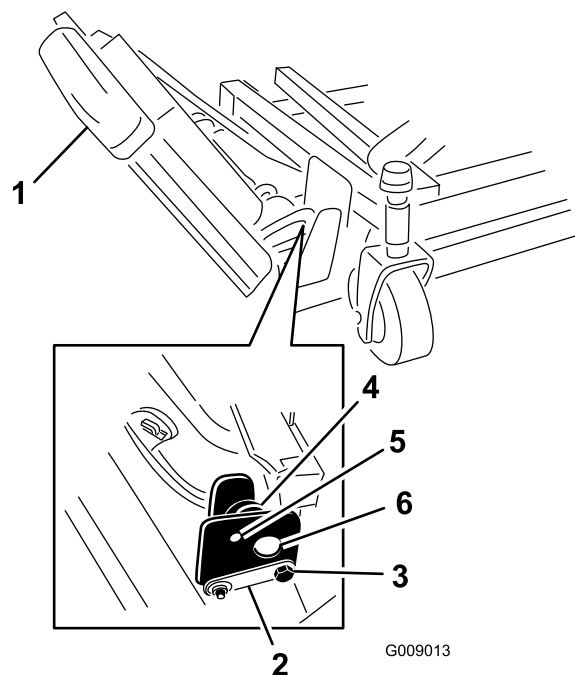

Bild 3
1. Nehmen Sie die Muttern ab, mit denen die vorderen und hinteren Anschlagsschrauben an den Befestigungen des rechten Flügelmähwerts befestigt sind (Bild 3).
2. Stützen Sie den rechten Flügel ab und nehmen Sie die vorderen und hinteren Anschlagsschrauben aus den Mähwerkbefestigungen heraus (Bild 3).